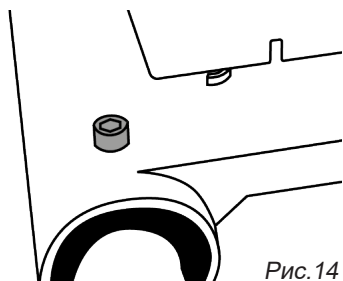

Рис.14
2. С помощью комплектного шестигранного ключа отрегулировать прижим так, чтобы каретка перемещалась равномерно, без усилий и при этом не имела люфта (рис.14).